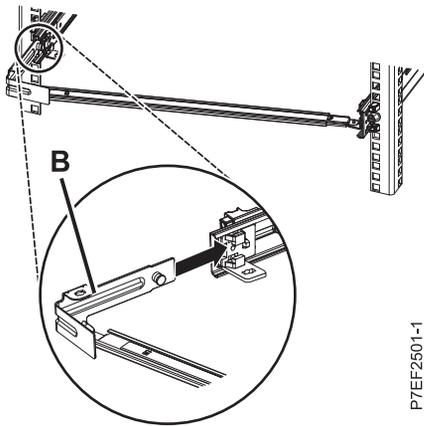

Figura 11. Tendido de la patilla e instalación de la abrazadera en el riel deslizante
4. Conecte la pieza de sujeción de tope de portacables (B) a la ranura en la parte interior del lado izquierdo deslizándolo la pieza de sujeción de tope (B) en el riel deslizante hasta que el pestillo accionado por resorte quede fijado. Para obtener detalles, consulte la Figura 11 en la página 10.